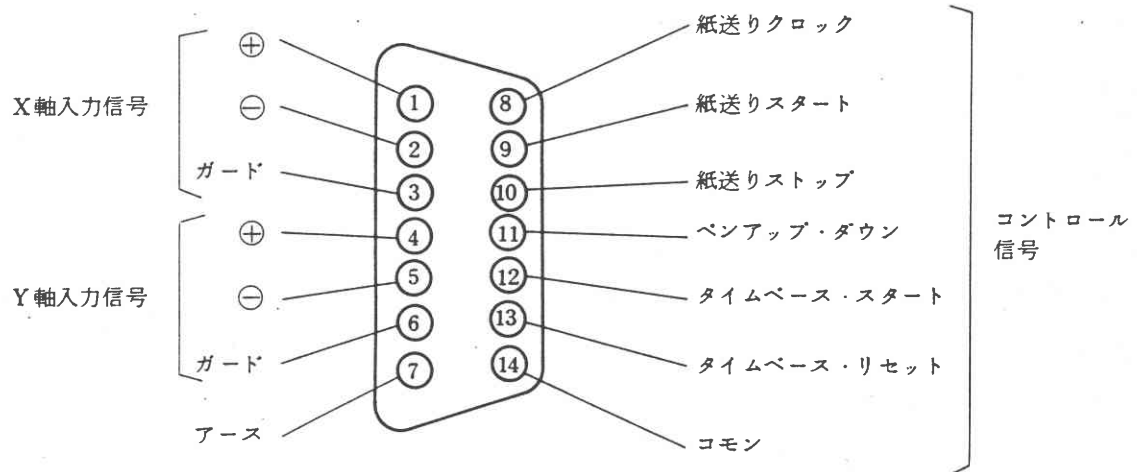

図 6. EXT. CONTROL ピン接続図
⑥-2 紙送りスタート・ストップ コントロール
このコントロールは、接点 (スイッチやリレー) または半導体スイッチ (トランジスタやTTL IC) でコントロールを行います。接点でコントロールする場合は、接点が閉じた瞬間に、また半導体スイッチの場合はコントロールパルスの立ち下がりで、スタートまたはストップの動作をします。この信号の接続はX-Y記録計本体裏面のリアコネクタを通じて行います。コントロールのコモンは⑭ピンに、スタート信号は⑨ピンに、ストップ信号は⑩ピンに接続してください。(図6参照, 11頁)
⑥-3 タイムベース・スタートリセットコントロール
このコントロールは⑥-2と同じ原理で動作しますので、コモンは⑭ピンに、スタート信号は⑫ピンに、リセット信号は⑬ピンに接続してください。(図6参照, 11頁)
⑥-4 外部クロック信号